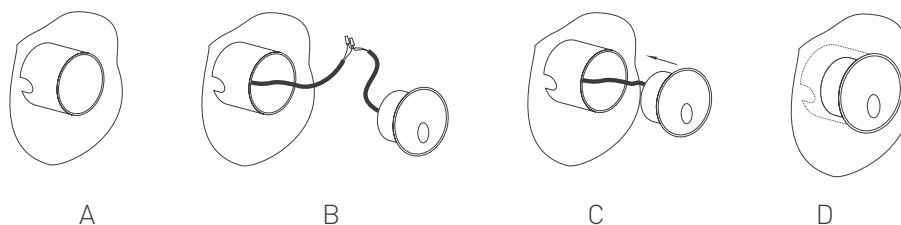

Рисунок 2. Последовательность подключения
- Закрепите закладную часть в месте установки (рис. 2 поз. А). Закладная часть устанавливается непосредственно в отверстие на поверхности и фиксируется в ней с помощью строительной смеси согласно типу поверхности.
- Присоедините провода питания светильника к обесточенной сети АС 230 В (рис. 2 поз. В). Соблюдайте порядок подключения и маркировку проводов: желто-зеленый — РЕ, «защитное заземление»; коричневый — L, «фаза»; синий — N, «ноль».
- Установите светильник в закладную часть до упора, преодолевая упругое сопротивление распорных пружин (рис. 2 поз. С).